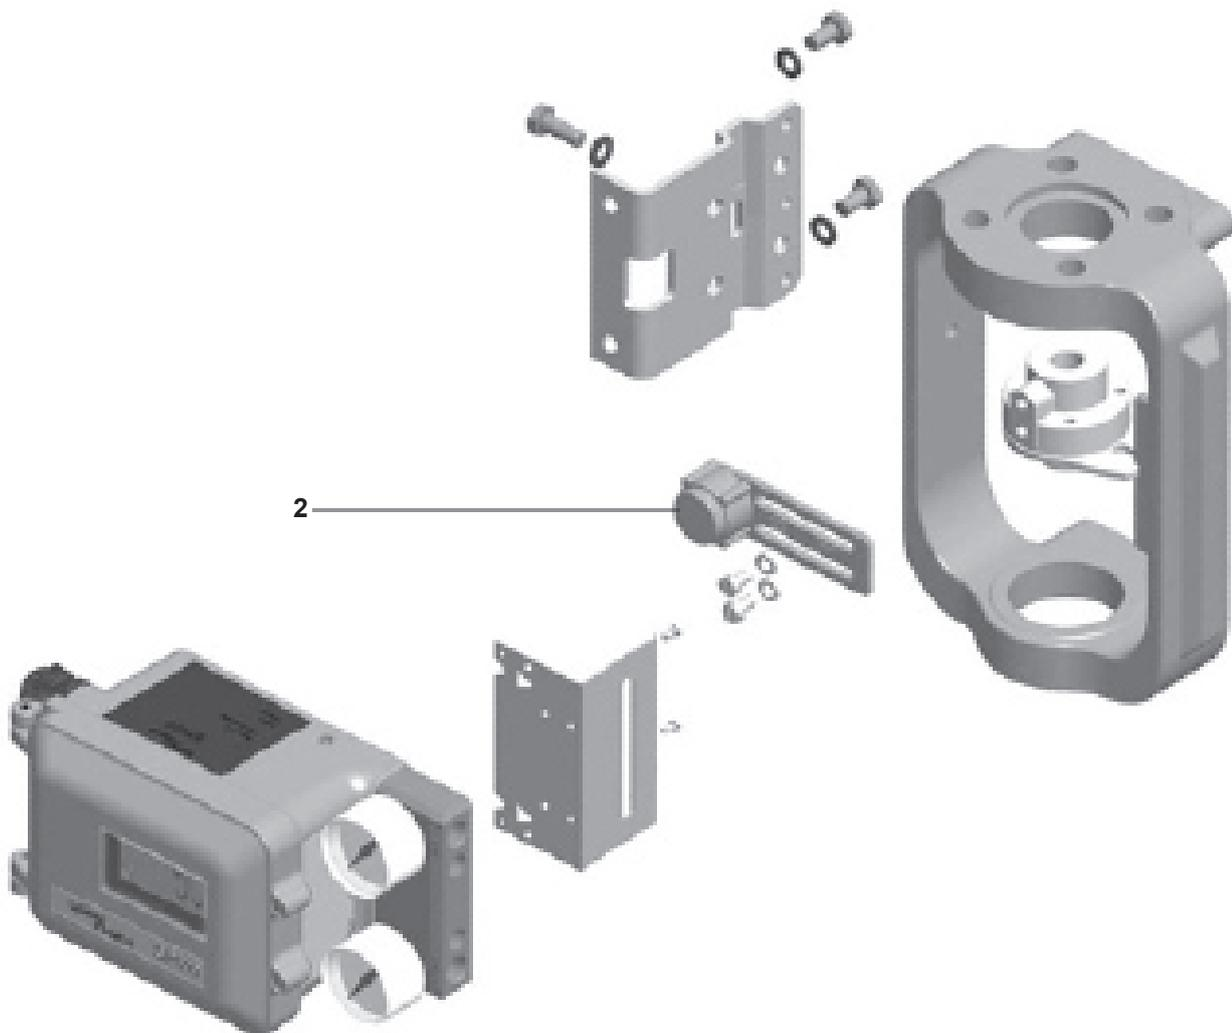

Fig. 25 Assemblage du montage de l'arcade pour un servomoteur linéaire
5.2.1 Attacher l'aimant (2) au connecteur de l'ensemble vanne/servomoteur (voir Fig. 24 et 25). S'assurer qu'il soit placé horizontalement (comme montré sur la Fig. 25).